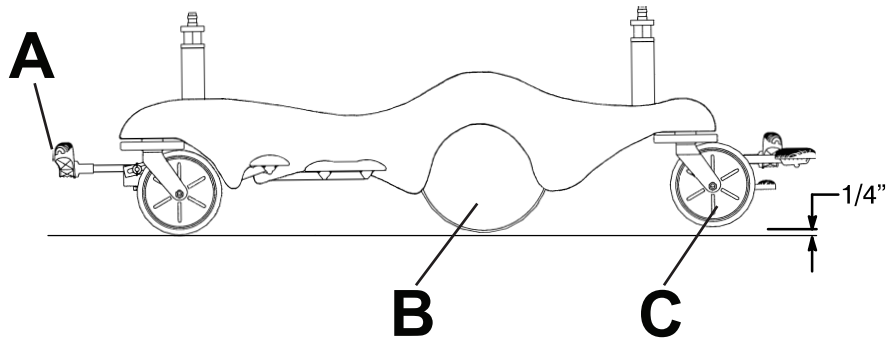

Figura 10 – Transporte con Big Wheel
5. Ponga el pedal de freno/dirección (A) en la posición de dirección (Figura 10).
- **Big Wheel** (B) no gira. Cuando se aplica **Big Wheel**, el producto no puede moverse lateralmente.
- Cuando se aplica **Big Wheel** (B), el producto está elevado y las ruedas giratorias del extremo de los pies (C) están elevadas. El producto descansa sobre las ruedas giratorias del extremo de la cabeza y **Big Wheel** hace que el producto sea más fácil de dirigir (Figura 10).